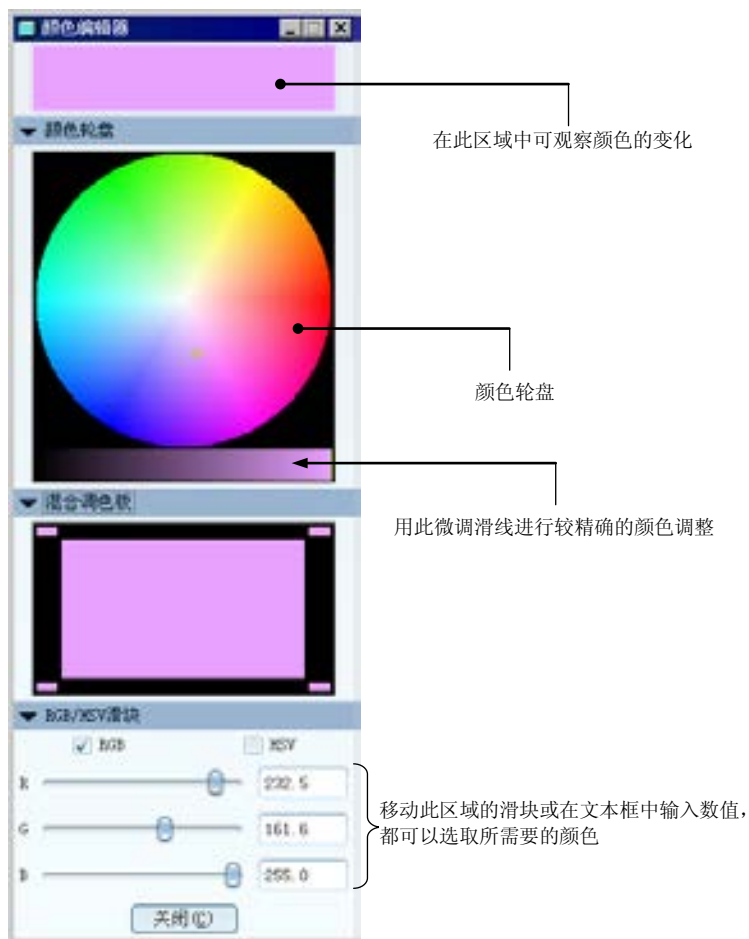

图 7.8.3 “颜色编辑器”对话框
② 定义颜色。在弹出的图 7.8.3 所示的“颜色编辑器”对话框中，通过下列方法设置所需要的颜色。